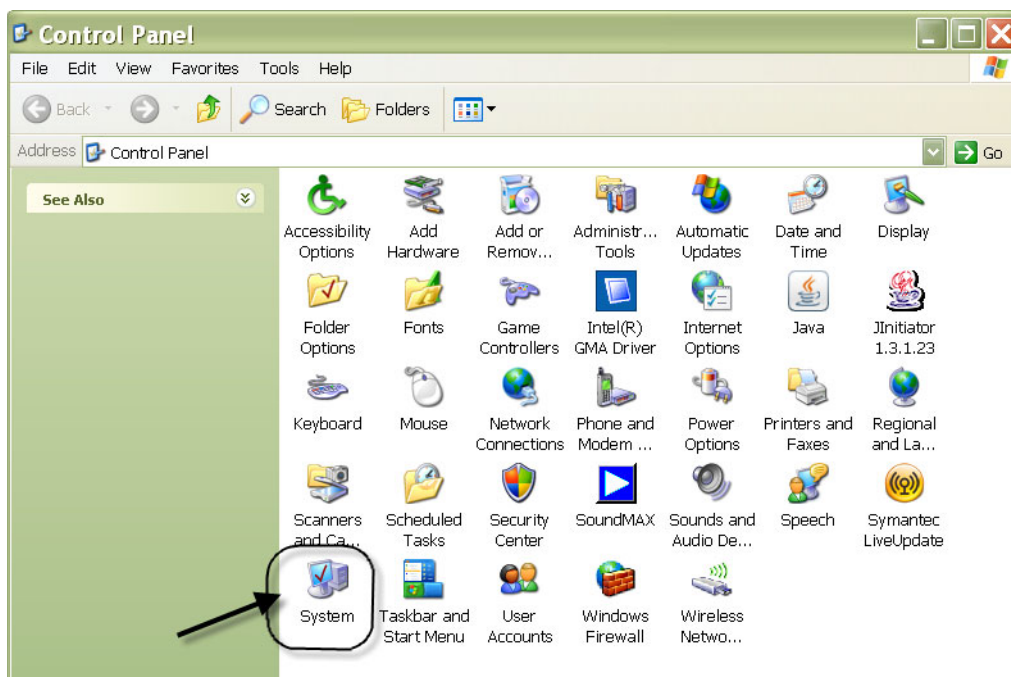

FIG. 191
2. Het configuratiescherm wordt weergegeven in FIG. 191.